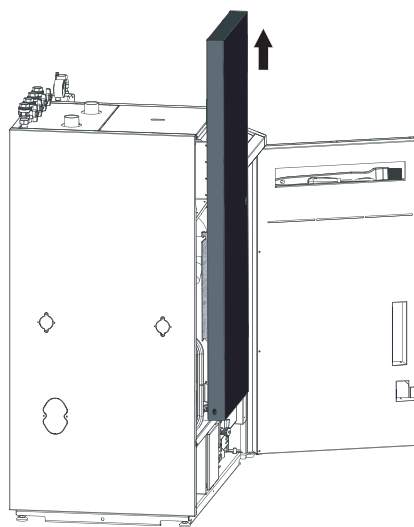

Fig. 14 Sollevare l'anta della pannellatura verso l'alto
- Rimuovere la porta di contenimento sollevandola verso l'alto – Fig. 14.